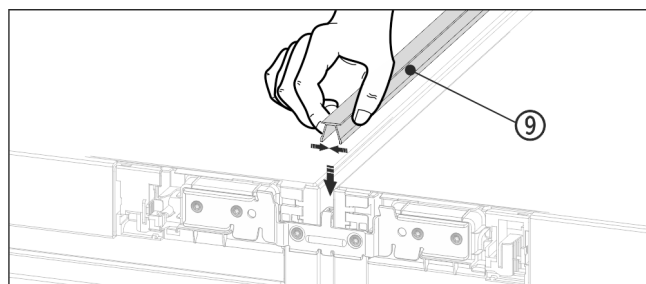

Fig. 20
- Press den korte listen Fig. 20 (9) inn i den vannrette spalten på oversiden.